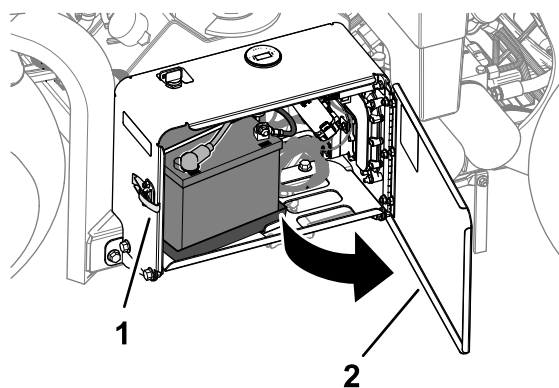

図 13
1. ラッチを外し、バッテリーコンパートメントのドアを開く図 13。